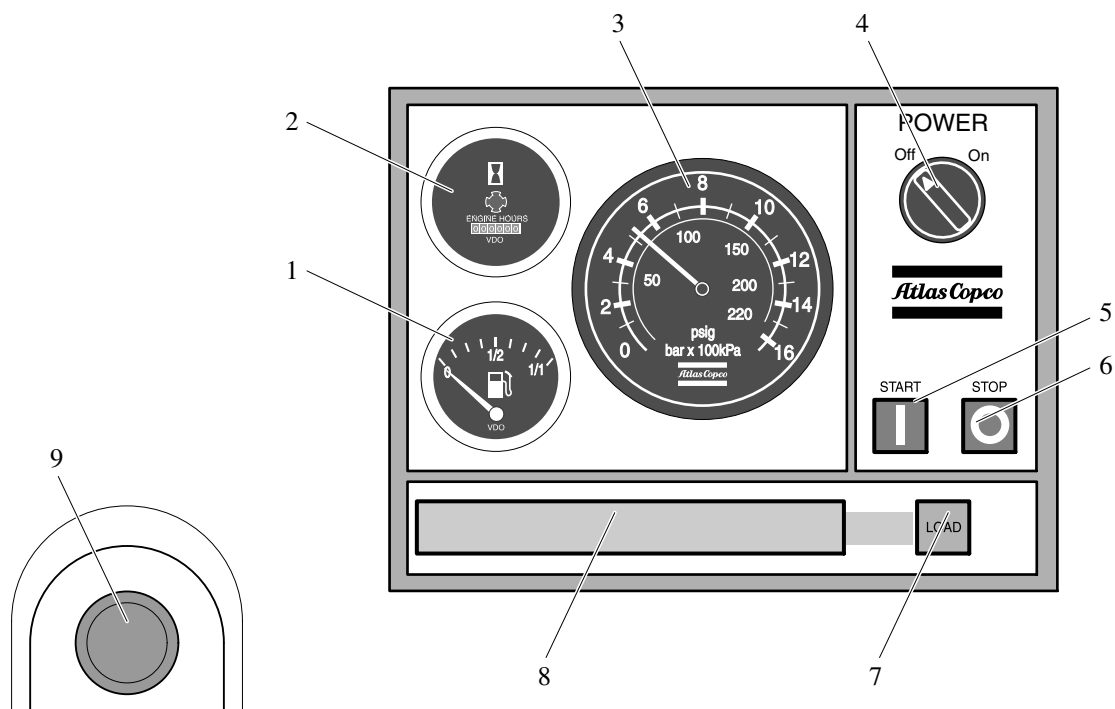

Fig. 3.9 Kontrolpanel
7. Tilstoppede luftfiltre vises på kontrolpanelets display, se Fig. 3.9 og sektion 3.3.9. Hvis dette vises, skal filterelementet udskiftes.
- Skru udluftningsskruen (1) af brændstof-forfiltret.
- Betjen håndpumpen (2) på forfiltret, indtil der kommer brændstof ud af hullet til udluftningsskruen, og der ikke længere er luft i systemet.
- Sæt afbryderkontakten (Fig. 3.9, 4) til "ON"-position. Instrumentpanelet udfører nu en kort selvtest. Se sektion 3.3.2.